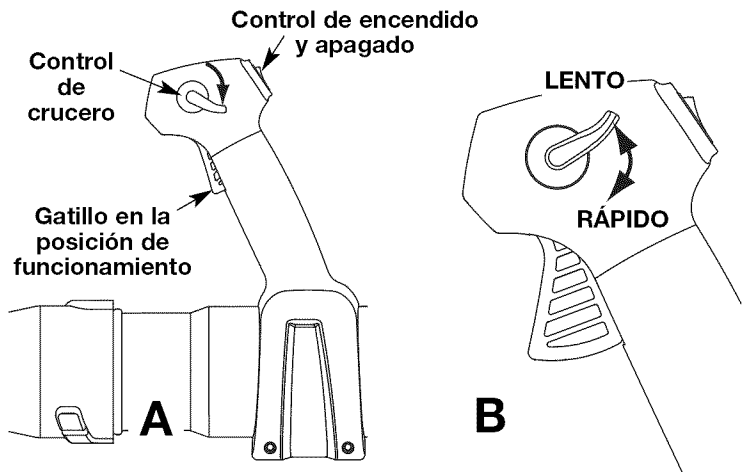

Fig. 12
4. Oprima el control de crucero hacia abajo para trabar el gatillo en la posición de RÁPIDO (Fig. 12, A).
10. Levante el control de crucero para que el gatillo regrese a la posición de LENTO (Fig. 12, B). La unidad está lista para ser utilizada.
1. Una vez que el motor haya arrancado y esté caliente, oprima el gatillo para acelerar la unidad según sea necesario (Fig. 12, A).
2. Para períodos de funcionamiento más prolongados y para eliminar la posibilidad de fatiga en el dedo, mueva el control de crucero hacia la posición RÁPIDO para aumentar poco a poco o mantener la velocidad del motor de la unidad (Fig. 12, B). Cuando se oprima el control de crucero, el gatillo retrocederá hacia la manija.
3. Para disminuir la velocidad del motor, mueva el control de crucero hacia la posición LENTO y el gatillo regresará a la posición de marcha en vacío (Fig. 12, B).
2. Oprima y mantenga oprimido el Control de encendido y apagado en la posición APAGADO (O) hasta que el motor se detenga por completo (Fig. 12, A).
- Use el control de cruceo (Fig. 12, A) para mantener el gatillo oprimido mientras esté trabajando para facilitar el funcionamiento continuo.